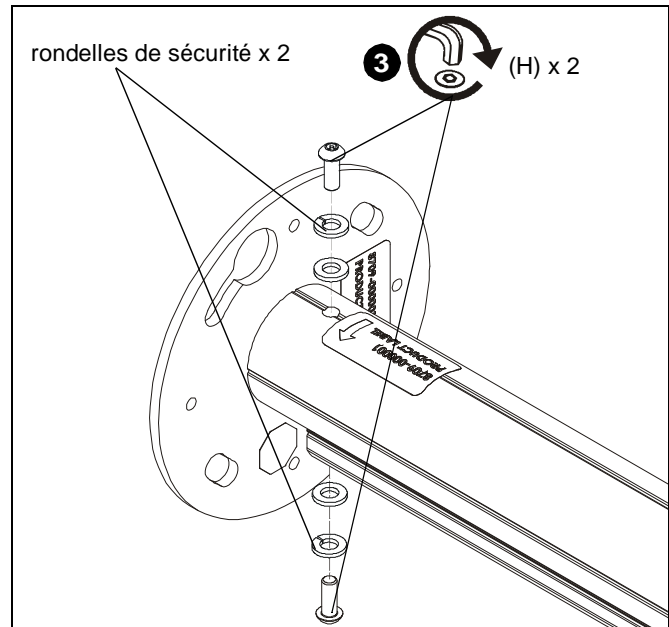

Abb. 3
3. Verwenden Sie zwei M6 x 16-mm (5/8")-Sicherheitsschrauben (H) und die in Schritt 2 entfernten Unterlegscheiben, um die Säule der KITEC-KITMC Serien-Halterung an der Adapterplatte zu fixieren. (siehe Abb. 3)
**WICHTIG!** Die Unterlegscheiben müssen in der gleichen Reihenfolge wieder eingesetzt werden, wobei die Sicherungsscheiben am nächsten an den Schraubenköpfen liegen. (siehe Abb. 3)